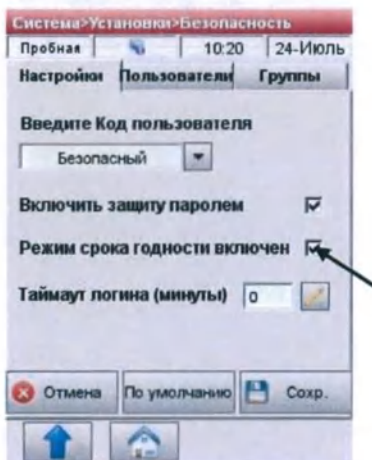

Рис.3-56 Режим срока годности
- **<Режим срока годности включен>** (Рис.3-56) позволяет администратору установить срок действия для каждого ИН пользователя.
- **<Таймаут логина>** (Рис.3-56). Когда защита включена, пользователи должны войти в систему. По окончании работы, они должны либо выйти, используя кнопку **<Выйти>**  в правом нижнем углу, либо можно настроить анализатор на автоматический выход из системы после заданного периода времени простоя. Установите **<Таймаут логина>** на 0, чтобы отключить его.